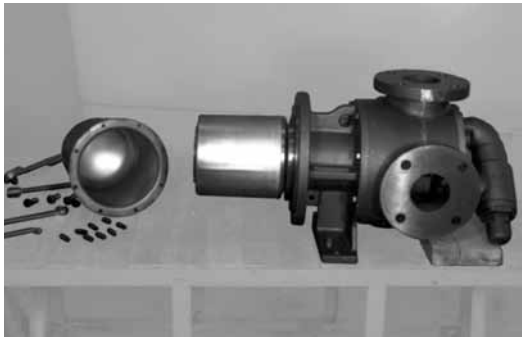

ABBILDUNG 12
6. Die (8) 9,5 mm (0,375 Zoll) Innensechskant-Kopfschrauben entfernen, mit denen das Reservoir befestigt ist, und das Reservoir ausbauen. Siehe **Abbildung 12**.